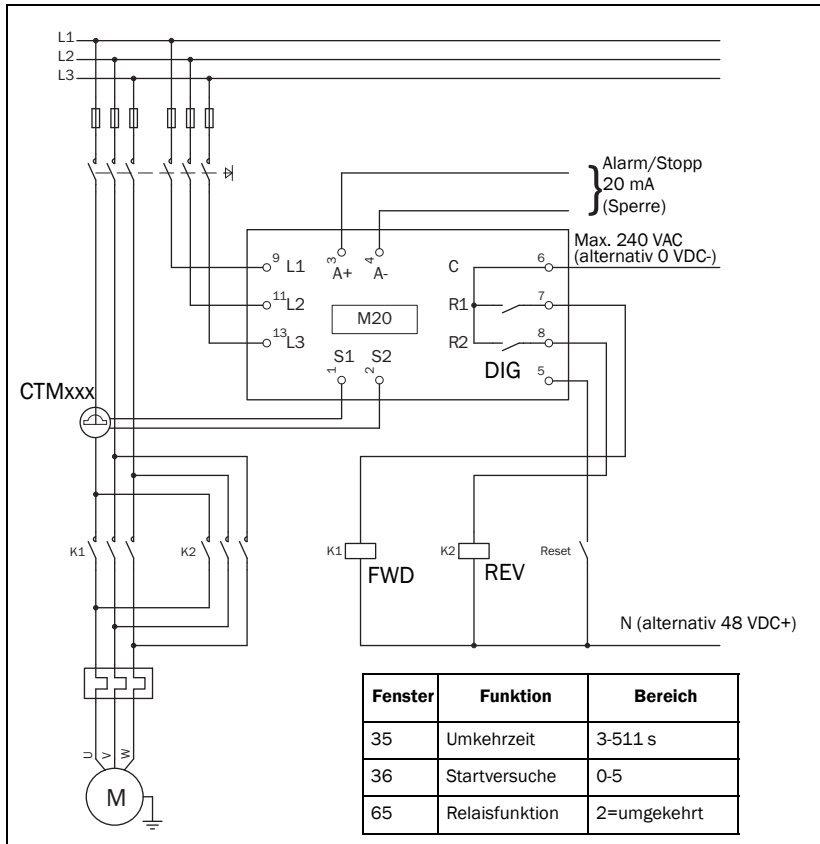

Abb. 15 Beispiel eines Anschlusses mit einer Wendeschützschialtung.
**HINWEIS: Um das obige Ergebnis zu erzielen muss eine Wendeschüttschaltung eingebaut sein. Siehe Abb. 15 Beispiel eines Anschlusses mit Wendeschüttschaltung.**
**HINWEIS:** In Abb. 15, R1 und R2 (K1 und K2) dürfen nicht zur gleichen Zeit unter Spannung stehen, da sonst ein Kurzschluss entsteht. Aus diesem Grund ist es wichtig, dass Fenster 65 = 2 ist, bevor die Relais an die Schütze angeschlossen werden.